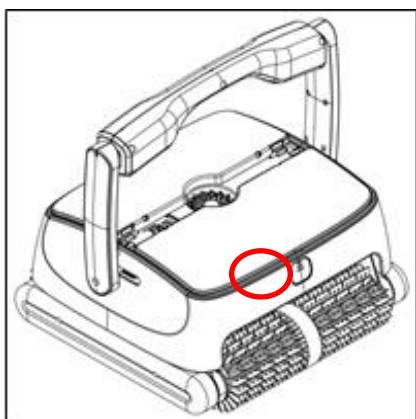

Bild 1
- a. Tryck på öppningsknappen (se bild 1)